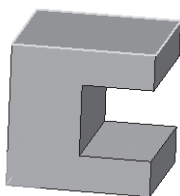

Рис. 399
- щелчком ЛКМ укажите одну из граней куба (зеленая) для последующих построений (рис. 399);